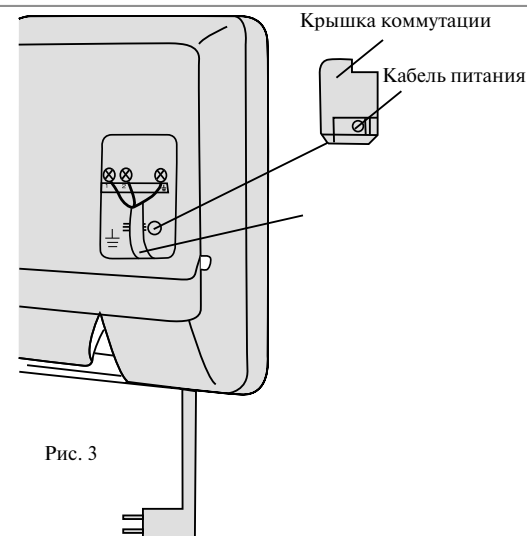

Рис. 3
4. Подключите синий провод кабеля питания к клемме "N(1)", красный - к клемме "2", коричневый - к клемме "3" и желто-зеленый (провод заземления) - к клемме , как показано на рис. 3.